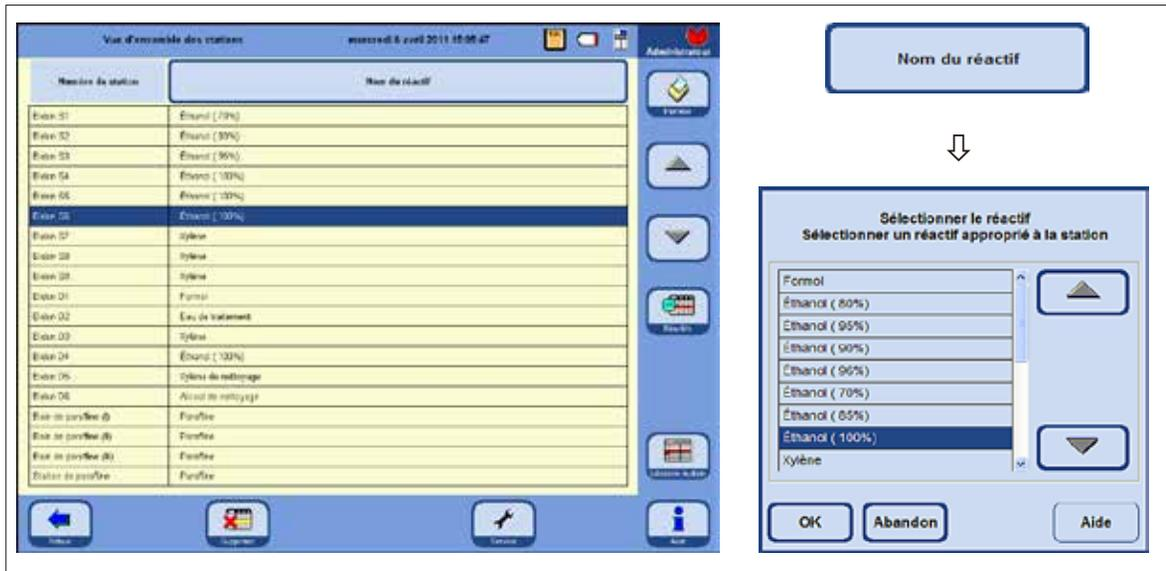

Fig. 147
La fenêtre **VUE D'ENSEMBLE DES STATIONS** (fig. 147) montre une liste de toutes les stations avec les réactifs qui leur sont attribués.
- Sélectionner la station à remplir de réactif dans le tableau (fig. 147).
Les flacons de système (S1-S6) doivent être remplis d'éthanol, tel qu'illustré à la fig. 147. De plus, les six stations d'éthanol doivent être définies dans le programme. Ce réglage sera vérifié par le programme au démarrage. En cas d'écart, un avertissement apparaît et le programme ne peut pas démarrer.